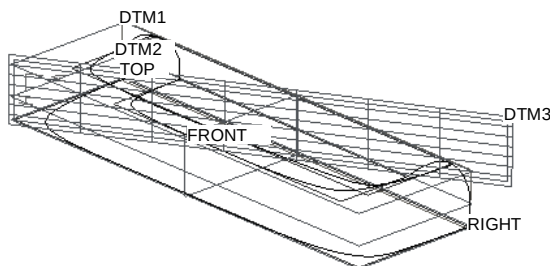

图 8.8.48 DTM3 为活动平面
(1) 单击  按钮, 选择 Course_v4 视图。
(2) 单击 **样式** 功能选项卡 **平面** 区域中的“设置活动平面”按钮 , 选取 DTM3 基准平面为活动平面, 此时模型如图 8.8.48 所示。
(4) 编辑初步的 ISDX 曲线 6。
① 单击 **样式** 功能选项卡 **曲线** 区域中的“曲线编辑”按钮 。选取图 8.8.48 中初步的 ISDX 曲线 6。